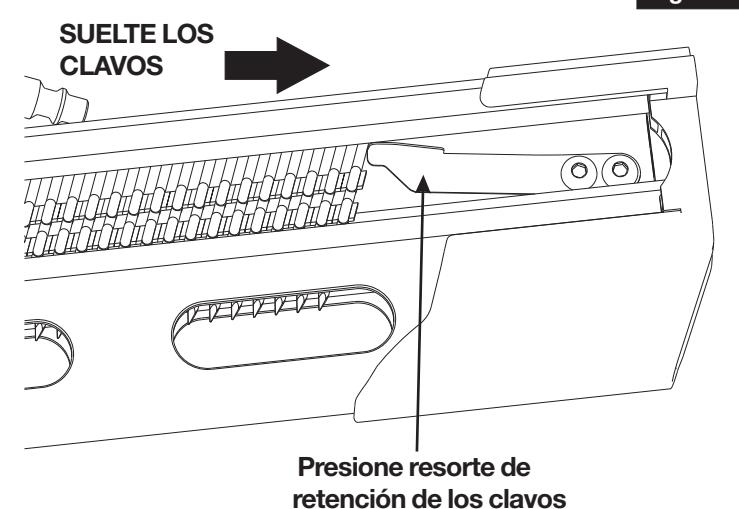

Figura 6
- Una vez que los clavos se hayan deslizado hacia atrás hasta el resorte de retención, presione la lengüeta ubicada en dicho resorte de retención para empujar el resorte hacia atrás y permitir que los clavos salgan de la recámarra. (Vea figura 6)